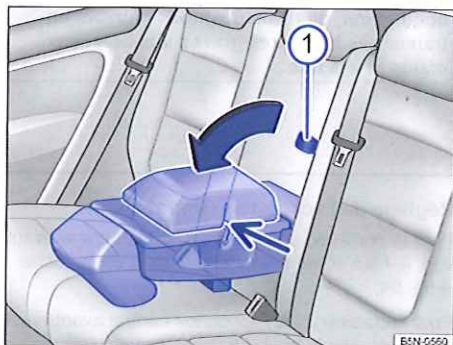

Fig. 55 Dans le dossier de banquette arrière : escamotage de l'accoudoir central arrière
Pour escamoter l'accoudoir central arrière, abaissez complètement l'appuie-tête de la place centrale ⇒ page 74 et tirez l'accoudoir central arrière vers l'avant à l'aide de la dragonne ⇒ **fig. 55** **①**.
Si vous souhaitez utiliser les porte-boissons placés sous le rembourrage d'accoudoir, vous pouvez retirer celui-ci en procédant vers le haut ⇒ page 184. Lors de la mise en place du rembourrage d'accoudoir, l'évidement du rembourrage doit se trouver du côté gauche ⇒ **fig. 55** et être fermement encliqueté.